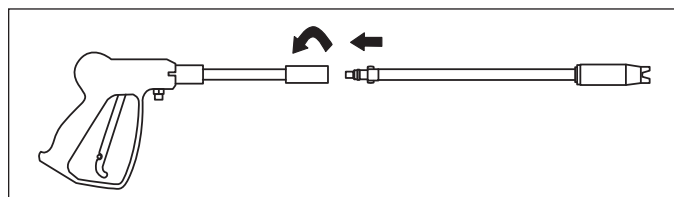

Figure 3 – Branchement de Pistolet / Lance
1. Introduire la lance dans le pistolet et tourner au sens des aiguilles d'une montre à l'arrêt positif tel qu'indiqué sur la Figure 3.